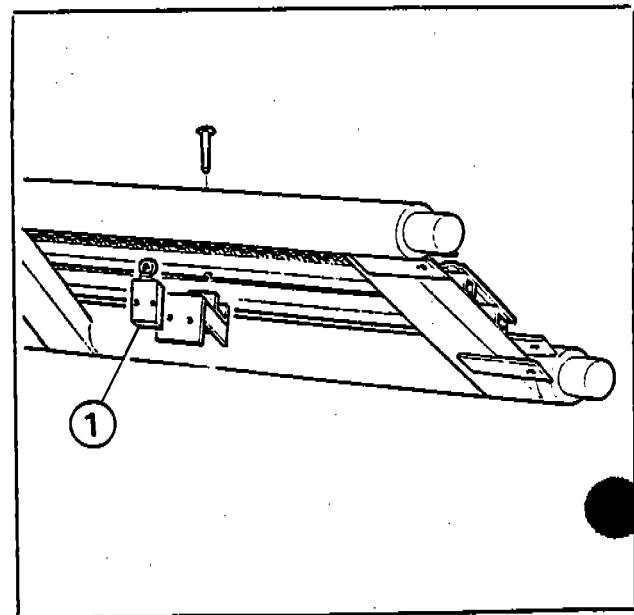

Fig. 27
- d) Assemble the crouzet switch (Fig. 27) on the rail on top of the spiral; be sure the electrical wire is out of reach of people or is not in the way of the Dragon.
- d) Montare il microinterruttore nel punto più alto della spirale (Fig. 27); fare attenzione che il cavo elettrico non sia a portata delle persone e non sia sulle traiettorie del Drago.